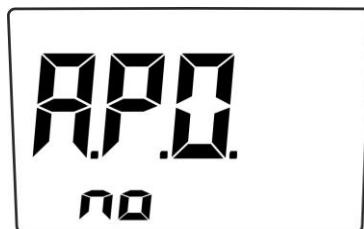

Fig. 36: Desativação da função Desligar Automático (Auto Power OFF)
3. A mensagem “A.P.O no” aparece no display durante alguns segundos (ver Fig. 36), o instrumento volta a ligar-se automaticamente e o símbolo “P” (ver Fig. 2 – parte 14) desaparece do display. A função reativa-se automaticamente ao reiniciar o instrumento.